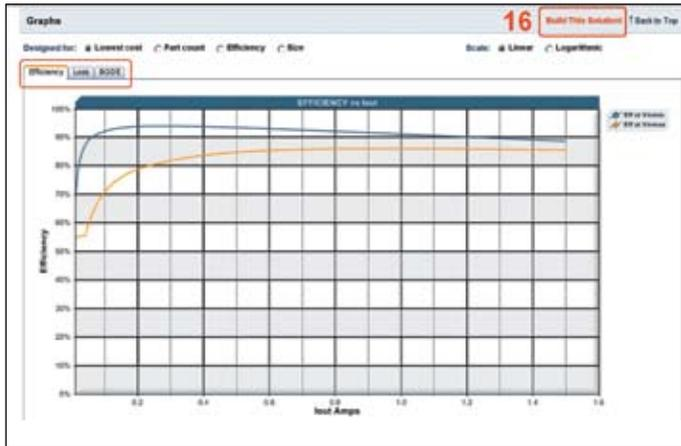

Рис. 28. График КПД стабилизатора
Еще ниже на этой же странице находится график КПД стабилизатора (**Efficiency**), он представлен на рис. 28. Две кривых разного цвета показывают значения КПД при минимальном и максимальном входном напряжении. Тут же находится ссылка на четвертый заключительный этап программы — **Build This Solution** (16).